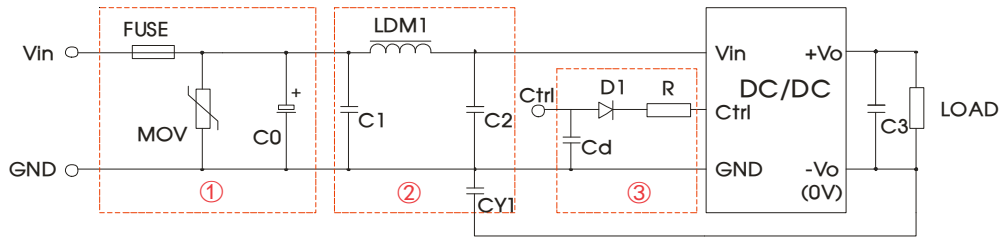

图 3
- ①图 3 中第①部分用于 EMS 测试；第②部分用于 EMI 滤波，可依需求选择；
② $V_C$  为 Ctrl 端相对于输入地 GND 的电压， $V_D$  为 D1 的正向导通压降， $I_C$  为流入 Ctrl 端的电流，一般取 5-10mA，Ctrl 端外围电路如图 3-③；
③若图中元器件无附其参数说明，则此型号外围中不需要这个元器件。